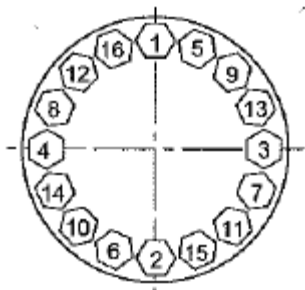

Рис. 2
Равномерно затяните гайки корпуса (3) с моментом, приведенным в таблице ниже, и в последовательности, указанной на Рис. 2.